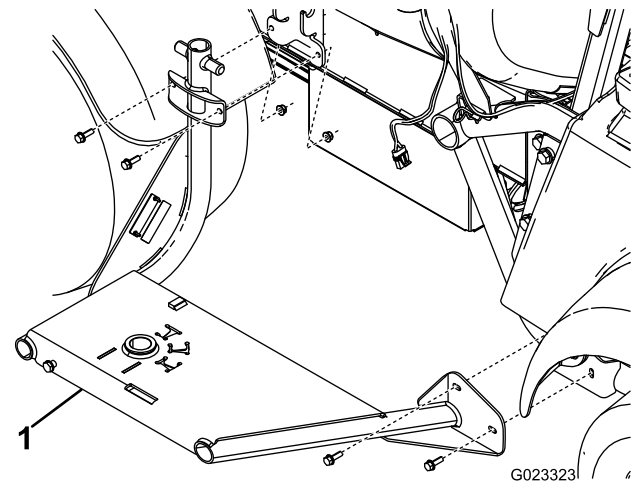

Bild 5
1. Befestigen Sie den Schlauchtrommelrahmen mit vier Schrauben (5/16") und vier Bundmuttern (5/16") an der Seite der Maschine, wie in Bild 5 abgebildet.